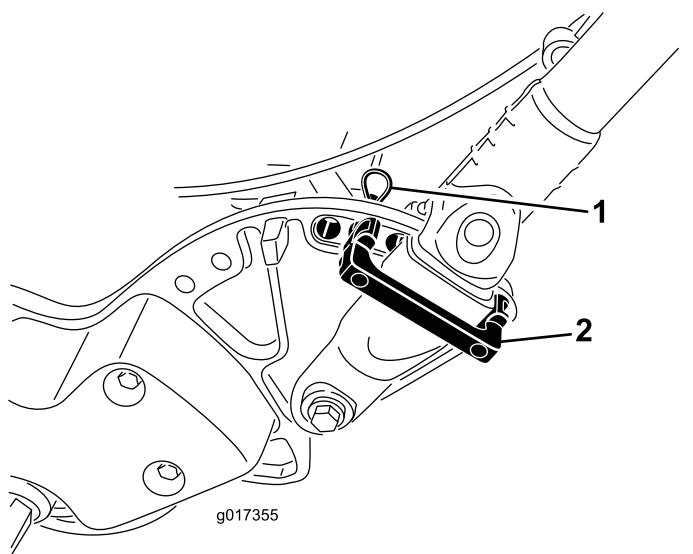

图9
1. 当撑住手柄时取下将手柄铁夹固定到侧板上的扎带图9。
2. 将手柄旋转到需要的操作位置并将手柄卡环插入手柄铁夹及侧板上相对应的孔 图9。
3. 使用发卡销将手柄铁夹固定到位 图9。